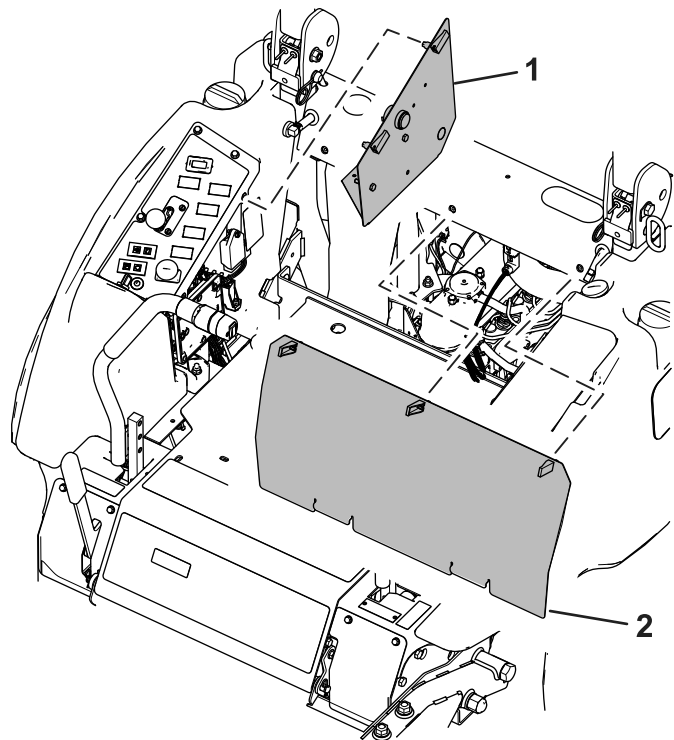

Bild 5
10. Entfernen Sie die Zugangsklappe hinter dem Sitz und an der Seite der Konsole (Bild 5).